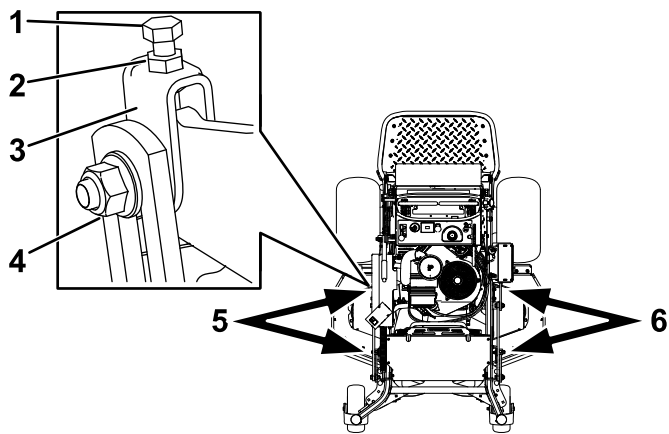

Figura 95
1. Allentate il dado laterale e il controdado nelle forcelle che desiderate regolare (Figura 95).
2. Ruotate il bullone superiore delle forcelle per regolare l'altezza del piatto di taglio (Figura 95).